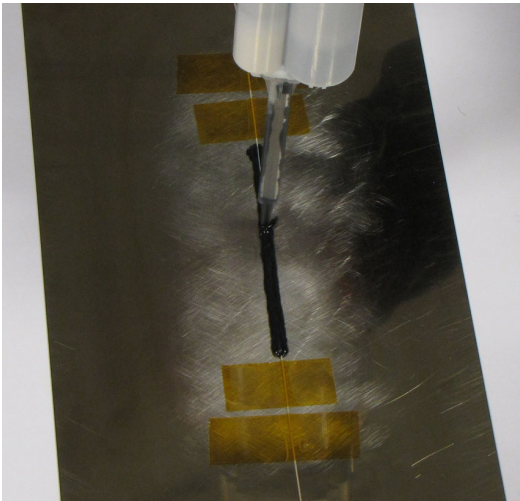

Fig. 2.13 Recouvrement de la fibre optique avec de la colle époxy
- ▶ Appliquer une seconde couche de colle sur la fibre incorporée afin de la recouvrir complètement. Pour éviter les inclusions d'air, placer l'embout mélangeur très près de la fibre et perpendiculairement à la surface du composant (Fig. 2.13).